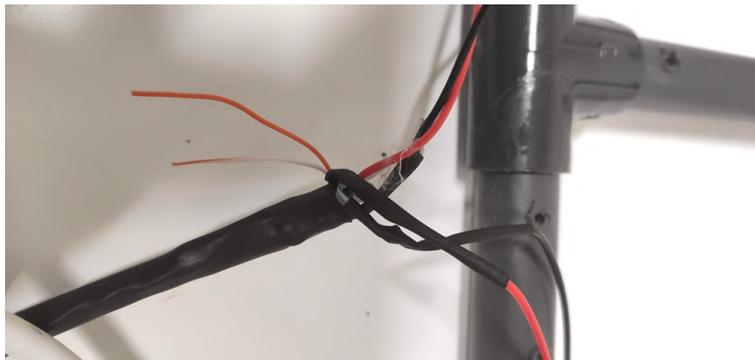
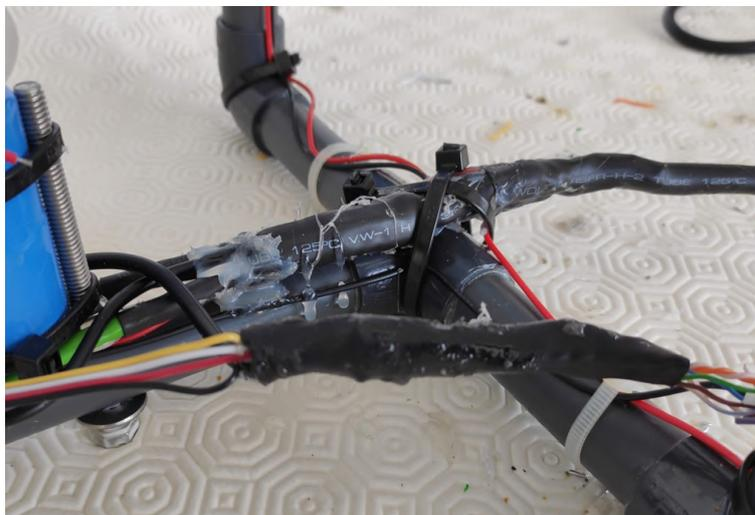

Figura 22. Uniões de fios isolados com manga termorretrátil.
Figura 23. Ligações completamente isoladas com mangas termorretráteis.
1. Inserir as mangas termorretráteis nos fios antes de os soldar (1 manga para revestir cada união de fios; 1 manga para envolver cada par de fios unidos; 1 manga para o conjunto total de fios unidos, neste caso, 8 fios, dois de cada motor e 2 que não são ligados a nada) (Figura 22 e Figura 23);